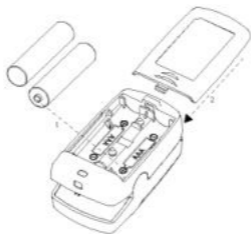

Figure 3 Installation des piles
1. Reportez-vous à la Figure 3, insérez correctement deux piles de taille AAA dans le compartiment pile et respectez les marques de polarité. Remettez le couvercle en place.